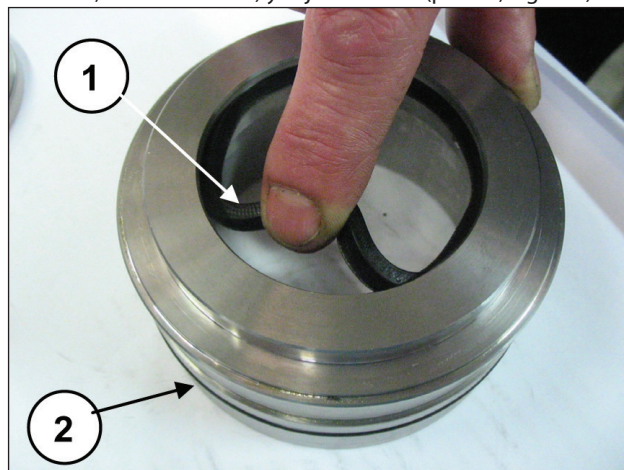

Fig. 169
Introducir la junta de baja presión en el soporte de las arandelas de prensaestopas (pos. ①, Fig. 169) controlando el sentido de montaje (el labio de retención debe estar hacia adelante, hacia la cabeza) y la junta tórica (pos. ②, Fig. 169).